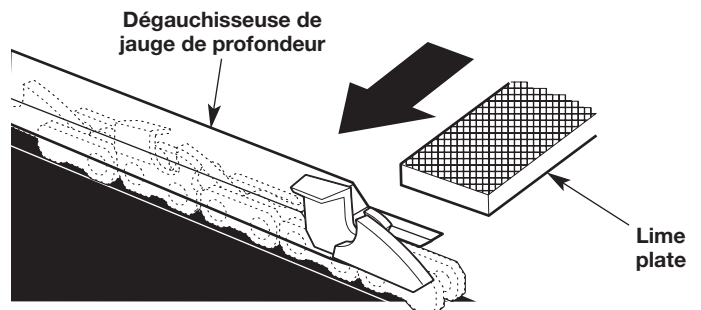

Fig. 39
3. Utilisez une jauge de profondeur (non comprise) pour mesurer le jeu de jauge de profondeur (Fig. 39) de chaque coupe. Le jeu de la jauge de profondeur doit être maintenu à 0,635 mm (0,025 po). Le dégagement de la jauge de profondeur détermine la profondeur à laquelle l'outil de coupe pénètre dans le bois en cours de fonctionnement ainsi que la taille des copeaux de bois produits. Un jeu trop important augmente le risque de rebond. Un jeu trop réduit diminue la taille des copeaux de bois, diminuant ainsi la capacité de coupe.
- Utilisez une dégauchisseuse de jauge de profondeur 0,6 mm (1/32 po) et une lime plate (outils non compris) pour abaisser la jauge de profondeur au jeu adéquat (Fig. 39).